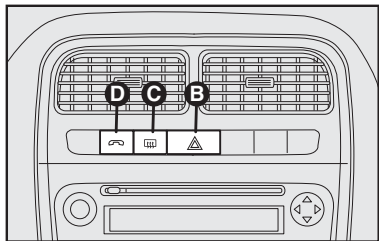

fig. 66
B - Luzes de emergência - Botão com indicação de função para ligar e desligar as luzes de emergência. Acendem-se apertando levemente o botão **B-fig. 66**, independente da posição da chave de ignição. Com o dispositivo ligado, o símbolo sobre o interruptor **B** e o indicador \leftrightarrow , no quadro de instrumentos iluminam-se de modo intermitente.
C - Desembaçador do vidro traseiro fig. 66 - Botão com indicação de função ativada para ligar/desligar o desembaçador do vidro traseiro.
D - Sistema Viva-voz, Bluetooth® - fig. 66.
- O botão D-fig. 66 substitui o botão de controle remoto CU-7 do suplemento citado.